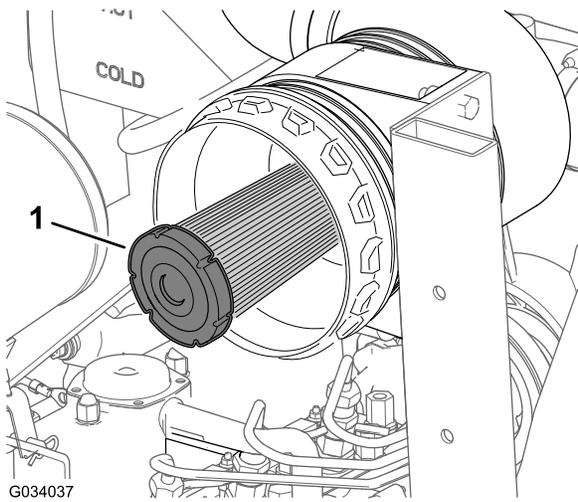

図 49
2. エアクリーナの安全フィルタの汚れ具合を点検する 図 49。
重要 安全フィルタ 図 49 は絶対に洗わないでください。安全フィルタは、主フィルタの3回目の整備時に交換してください。